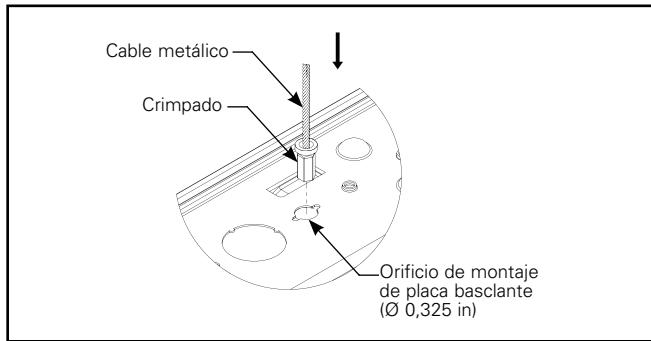

Figura 4.1.
- A. Inserte el cable metálico con la tuerca de crimpado en el orificio (0,35 in) de la canal (Figura 4.1).